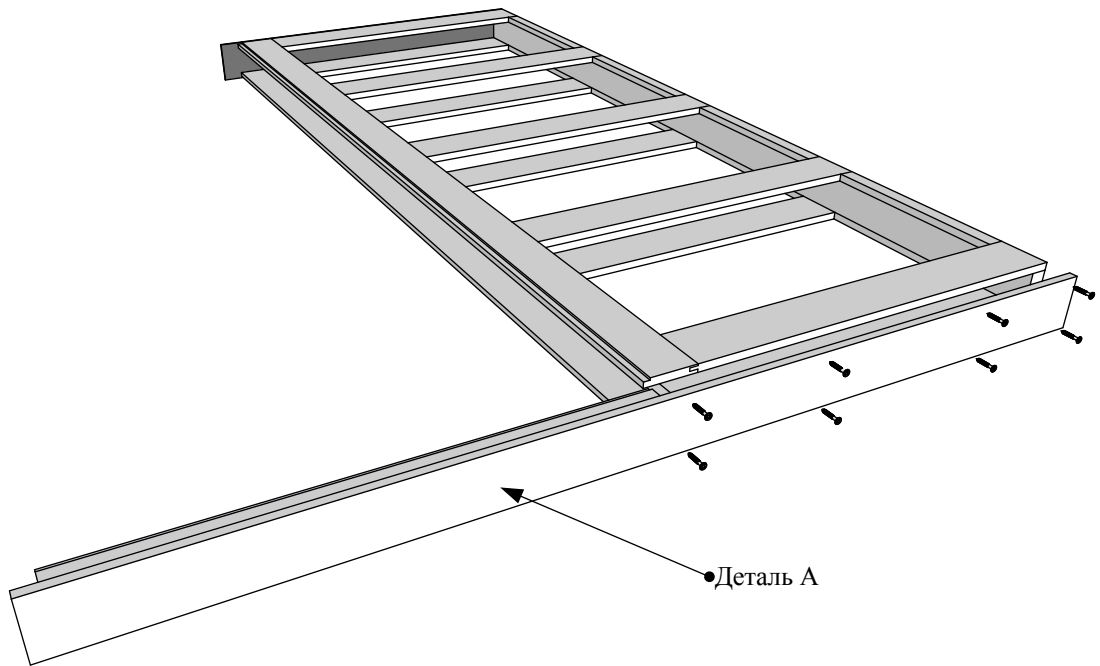

Рисунок 15
4.6 Установить верхний элемент (деталь А) и закрепить саморезам 3,5*32 (Рис. 15). Если верхний элемент толщиной 30 мм , то закрепить саморезами 3,5*55.